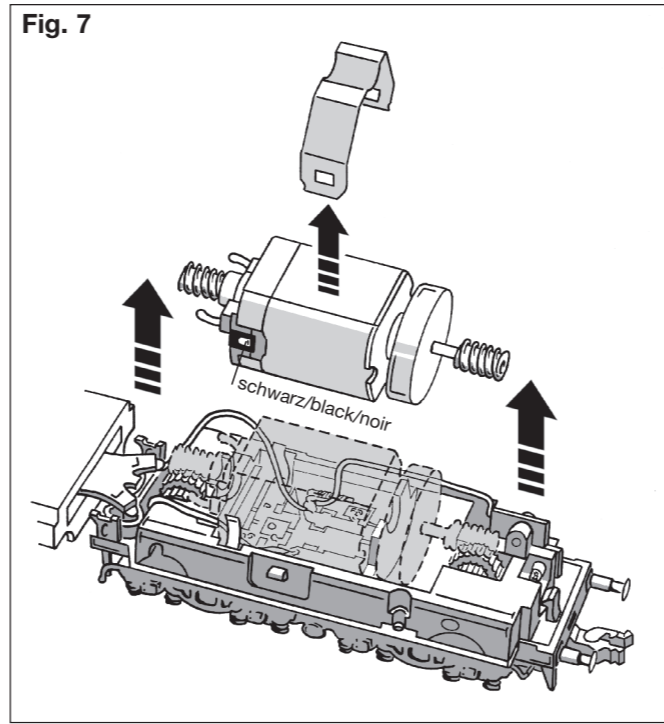

Fig. 7
**Motortausch:** Motorhalteklammer leicht aufbiegen und abnehmen. Motor nach oben herausnehmen (Fig. 7). Beim Einbau des neuen Motors auf die richtige Lage achten. Hierzu die rote/schwarze Markierung am Motor beachten.
**Changing the Motor:** Gently bend open the motor retainer clip and remove. Lift up the motor and take it out (Fig. 7). When installing the new motor, please take care to insert the new motor the right way round. The red/black markings on the motor indicate the correct position. **Exchange Motor: 50 4103**
**Remplacement du moteur :** Déformer légèrement les clames de maintien du moteur et enlever. Retirer le moteur vers le haut (Fig. 7). Au remontage veiller à ce que le moteur pose correctement dans le logement. Tenir compte du marquage rouge/noir sur le moteur.
**Het vervangen van de motor:** Motorhouderklem voorzichtig buigen en wegnemen. Motor naar boven toe losnemen (Fig. 7). Let bij het inbouwen van de nieuwe motor op een juiste montage door middel van de rood/zwarte markering op de motor.
**Udskiftning af motor:** Holdeklemmerne bøjes let og fjernes. Motoren trækkes ovenud (Fig. 7). Vær opmærksom på, at den nye motor bliver placeret korrekt. Bemærk den sort/røde markering på motoren.
**Sostituzione del motore:** Piegare leggermente la linguetta del motore e asportarlo. Sollevare verso l'alto il motore (Fig. 7). Inserire il nuovo motore nel suo alloggiamento facendo attenzione a posizionarlo in modo corretto. Fare attenzione al contrassegno rosso/nero sul motore.